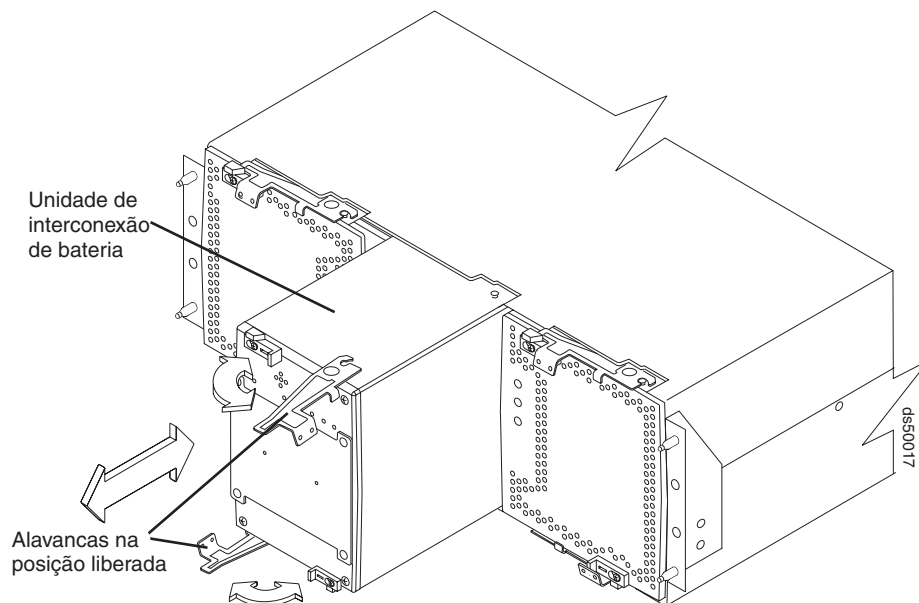

Figura 133. Removendo uma Unidade de Interconexão de Baterias do DS5100 ou DS5300
7. Destrave as alavancas superior e inferior da unidade de interconexão de baterias e gire simultaneamente ambas as alavancas totalmente para fora para remover a unidade de interconexão de baterias com falha (A Figura 133 na página 227 mostra uma unidade de interconexão de baterias sendo